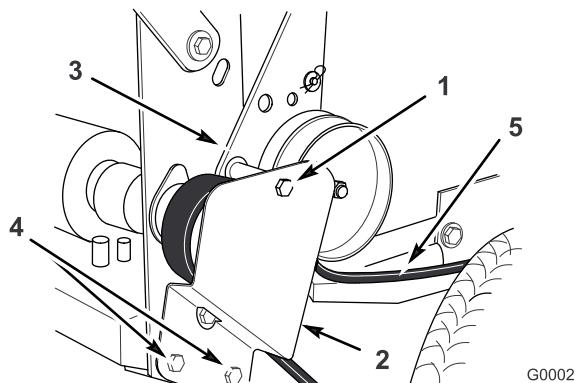

Figure 46
1. Enlevez la vis de fixation supérieure du support et de la patte de la poulie de tension au bâti arrière (Figure 46).
2. Desserrez suffisamment les deux vis de fixation inférieures pour permettre à la courroie de passer entre la poulie d' entraînement et le support de la poulie de tension (Figure 46).
5. Montez la vis de fixation supérieure du support et de la patte de la poulie de tension au bâti arrière (Figure 46).
6. Serrez suffisamment les deux vis de fixation inférieures pour permettre à la courroie de passer entre la poulie d' entraînement et le support de la poulie de tension (Figure 46).